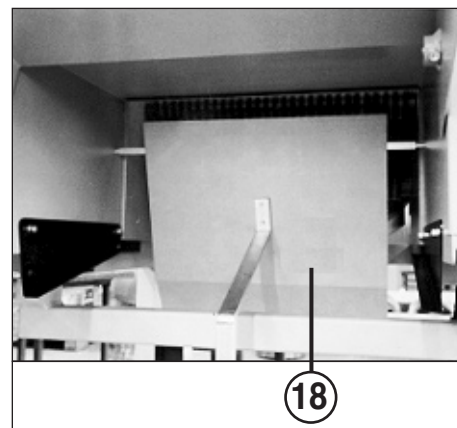

Abb. 3
- ist der **Verriegelungsschalter (2)** entriegelt?
- ist der **Hauptschalter (1)** eingeschaltet?
- ist die **Not-Aus-Leiste (14)** entriegelt? Rote Schiene am Tisch herausziehen.
- ist der **Auffangbehälter (23)** vollständig untergeschoben?
- ist der **Auffangbehälter (23)** voll? Der Behälter muß geleert werden.
- ist die **Schaltklappe (18)** (Abb. 3) für die „Auffangbehälter voll“-Anzeige frei beweglich? Muß im Bedarfsfalle gängig gemacht werden.